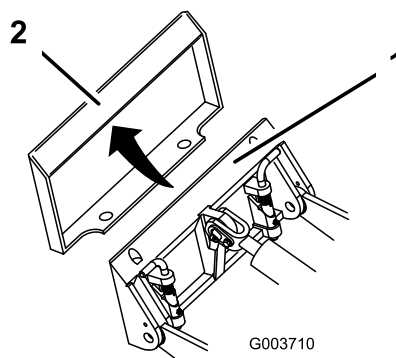

Figure 18
4. Placez la plaque de montage dans le bord supérieur de la plaque réceptrice de l'accessoire (Figure 18).